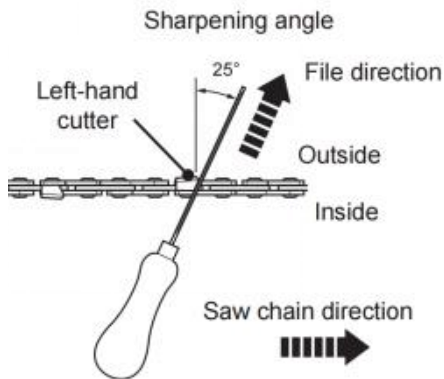

Fig. 74
5. Feilen Sie in einem Winkel senkrecht zur Stange und in einem Winkel von 25° zur Fahrtrichtung (Abb. 74).